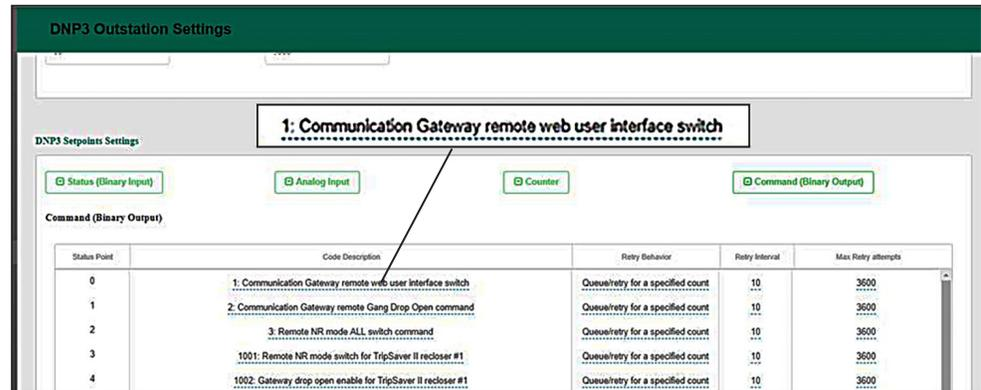

Figura 70. Configuração do comando de Interface de Usuário Web DNP3 Remota (saída binária).
PASSO 3. Na tela *DNP3 Outstation Settings* (Configurações da DNP3 Remota), um ponto de status de Saída Binária deve ser configurado com a descrição de código “1: Communication Gateway remote web user interface switch” no campo **Command (Binary Output)** (Comando—Saída Binária). Ver Figura 70.